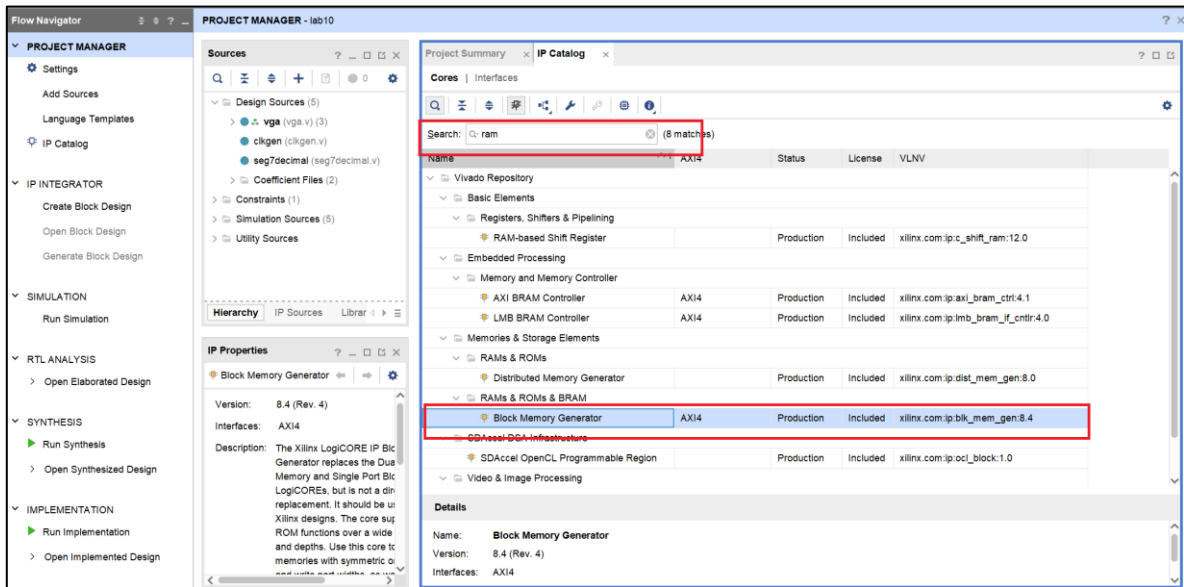

图 6.6 块存储器的 IP 核
1、在 IP Catalog 的搜索框中输入 ram，在显示结果中双击 Block Memory Generator 所在行，弹出分布式块存储的属性框，如图 6.6 所示。